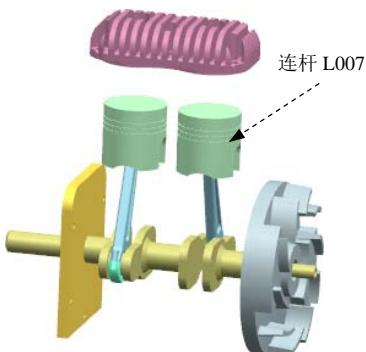

图 10.4.8 定义连杆 L007
(7) 定义连杆 L007。选取图 10.4.8 (此图将连杆 L002 进行隐藏) 所示的零件为连杆 L007，在“连杆”对话框中单击 **应用** 按钮。